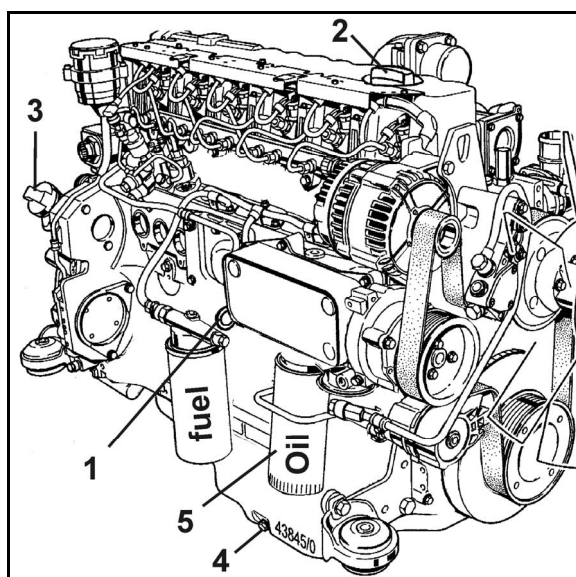

Fig. 140
3. Løsn smøreoliefilter-patronen (Fig. 140/5) med gængs værktøj og skru den af.